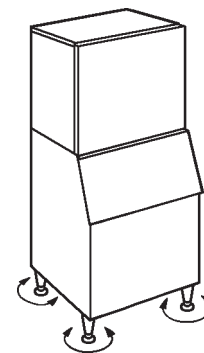

Fig. 5
- Régler les quatre pieds du bas (ils sont réglables de 0 à 25,4 mm) pour que la machine à glace soit parfaitement à l'horizontale. Utiliser pour cela le niveau à bulle. Voir fig. 5.